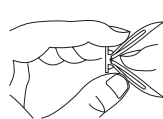

Figura 7 - Cómo doblar el anclaje
2. Doble en anclaje de pared como se muestra en la figura 7.